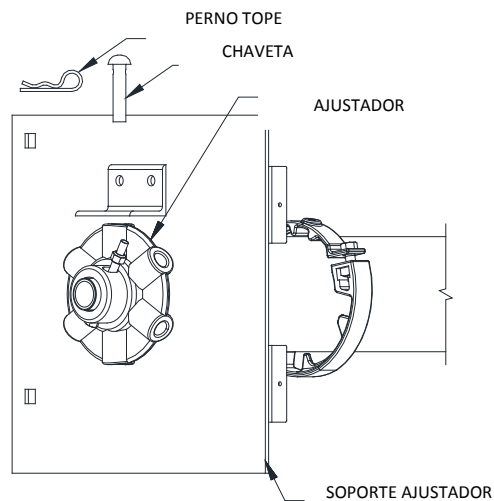

Figura 8.5 – Fijado rueda de Ajuste
5. Reemplazar el perno o barra en la rueda de ajuste como se muestra en **la Figura 8.5** e insertar la chaveta para detenerlo en su sitio.